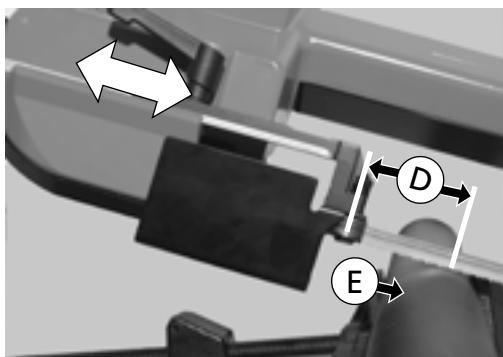

Abb. 24
- Die Führung des Sägebands in Pfeilrichtung schieben (markiert durch weißes Rechteck). So soweit verschieben, dass die Fixierädchen an dem Sägeband (B) möglichst dicht vor dem Werkstück (E) liegen, aber noch nicht dort anstoßen. Aus diesem Grund sollte der markierte Abstand auf (D) eingestellt werden (Abb. 24).